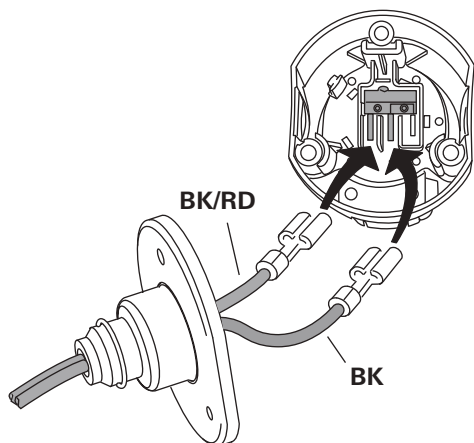

Fig. 51
- Collegare il cavo a 2 fili al microinterruttore utilizzando le spine piatte femmina (Fig. 51).